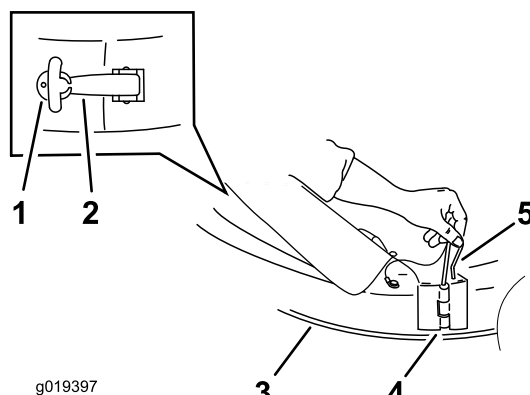

Figure 10
1. Relevez le déflecteur d'herbe sur le plateau de coupe (Figure 10).
2. Glissez l'éjecteur en position avec le crochet arrière autour de la tige du déflecteur, alignez la charnière de pivot et fixez-la avec la goupille de blocage (Figure 10).
3. Pivotez l'éjecteur en arrière, pour le mettre de niveau avec le plateau de coupe (Figure 10).
4. Fixez l'éjecteur au plateau. Accrochez le verrou flexible de l'éjecteur à la gâche de retenue soudée sur le plateau de coupe, à l'arrière de l'ouverture (Figure 10).